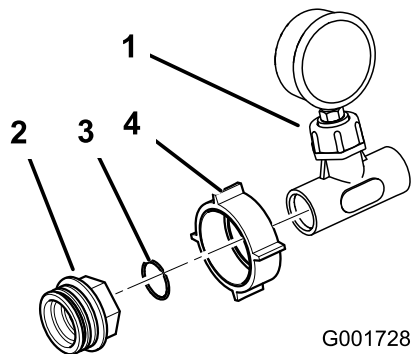

Figura 13
12. Instale la tuerca grande de plástico sobre el conjunto del manómetro y el acoplamiento en T. Instale una junta tórica y un adaptador de plástico en el conjunto, según se indica en Figura 13.